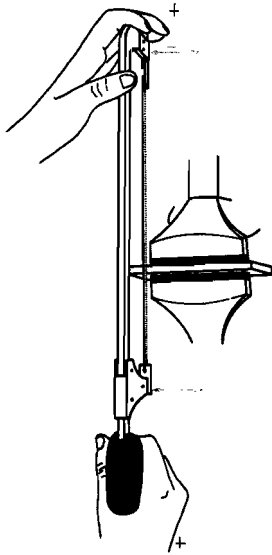

Fig. 7-8
3.6. Aserrado de F, G.—Serrar *F* por la derecha del trazo a 0,5 mm. y *G* por la izquierda a la misma distancia, procurando en principio guiar la sierra paralela al eje del tornillo de banco (fig. 7.8) y así obtener un corte a escuadra.